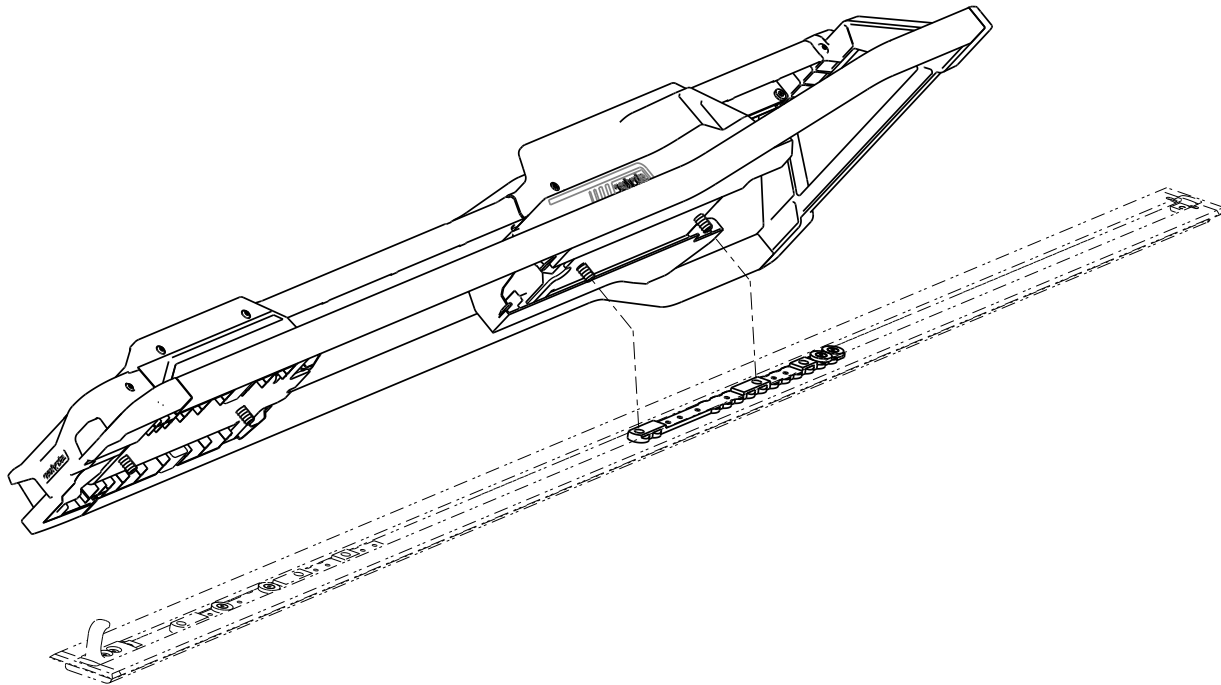

Figura 5 – Allineamento di Performance-LOAD
1. Posizionare **Performance-LOAD** sopra il gruppo piastra a pavimento. Allineare i due bulloni sul lato testa con i due fori della barra (Figura 5).